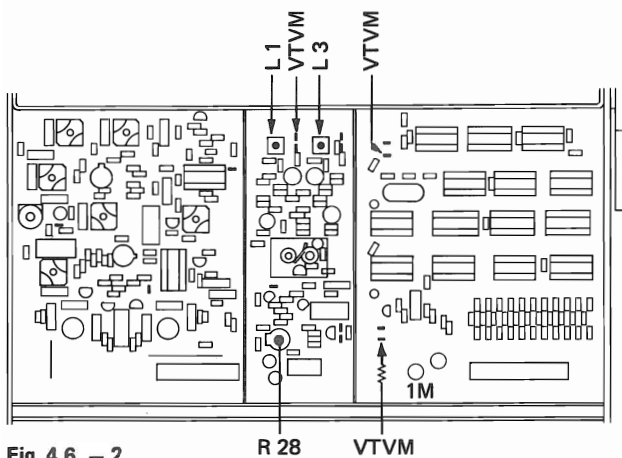

Fig. 4.6. - 2
- V.à L. connecté au point de mesure TP de l'oscillateur (fig. 4.6. - 1). Echelle de mesure: 30 VDC.
4.6.1. Appareil enclenché; seul l'interrupteur secteur POWER (1) enfoncé.
4.6.2. Enclencher la touche 1 du sélecteur de station (87.00 MHz). Ajuster à $4 V \pm 0,2 V$ la tension d'accord, à l'aide du noyau de bobine L 2 (fig. 4.6. - 1). Pendant le réglage, il est nécessaire de recouvrir provisoirement le circuit oscillateur d'une tôle de blindage.
4.6.5. VTVM mit 1 MOhm Vorwiderstand an weisse Litze (gegen Netzkabelkanal) auf dem Synthesizer anschliessen (Fig. 4.6. - 2). Messbereich 3 VDC. Mit dem Einstellregler R 28 auf dem Oszillator (Fig. 4.6. - 2) eine Spannung von $1.25\text{ V} \pm 0.1\text{ V}$ einstellen (bei 97.00 MHz).
4.6.8. VTVM mit HF-Tastkopf an weisse Litze (gegen Rückwand) auf dem Synthesizer anschliessen (Fig. 4.6. - 2). Messbereich 1 VDC. Die HF-Spannungen müssen bei den 3 folgenden Frequenzen im Bereich $0.3 \dots 0.4\text{ V}$ liegen. Allenfalls kann mit dem Übertrager L 3 (Fig. 4.6. - 2) die Symmetrie nachgeregelt werden.
4.6.9. VTVM mit HF-Tastkopf am Koaxial-Kabel zum Mischer (auf Oszillatorprint) anschliessen (Fig. 4.6. - 2). Die HF-Spannungen müssen bei den 3 bereits in Kap. 4.6.8. erwähnten Frequenzen innerhalb $0.20 \dots 0.30\text{ V}$ liegen. Mit dem Übertrager L 1 (Fig. 4.6. - 2) kann die Symmetrie nachgeregelt werden.
4.6.5. Connect VTVM via 1 Mohm series resistor to the white wire (near the mains cable channel) on the synthesizer as shown in figure 4.6. - 3. Select meter range 3 V DC. Adjust trimpot R 28 on the oscillator board (figure 4.6. - 2) to obtain a VTVM reading of $1.25\text{ V} \pm 0.1\text{ V}$ (at 97.00 MHz).
4.6.8. Connect VTVM with RF-pröbe to the white wire (near the rear panel) on the synthesizer as shown in figure 4.6. - 2.